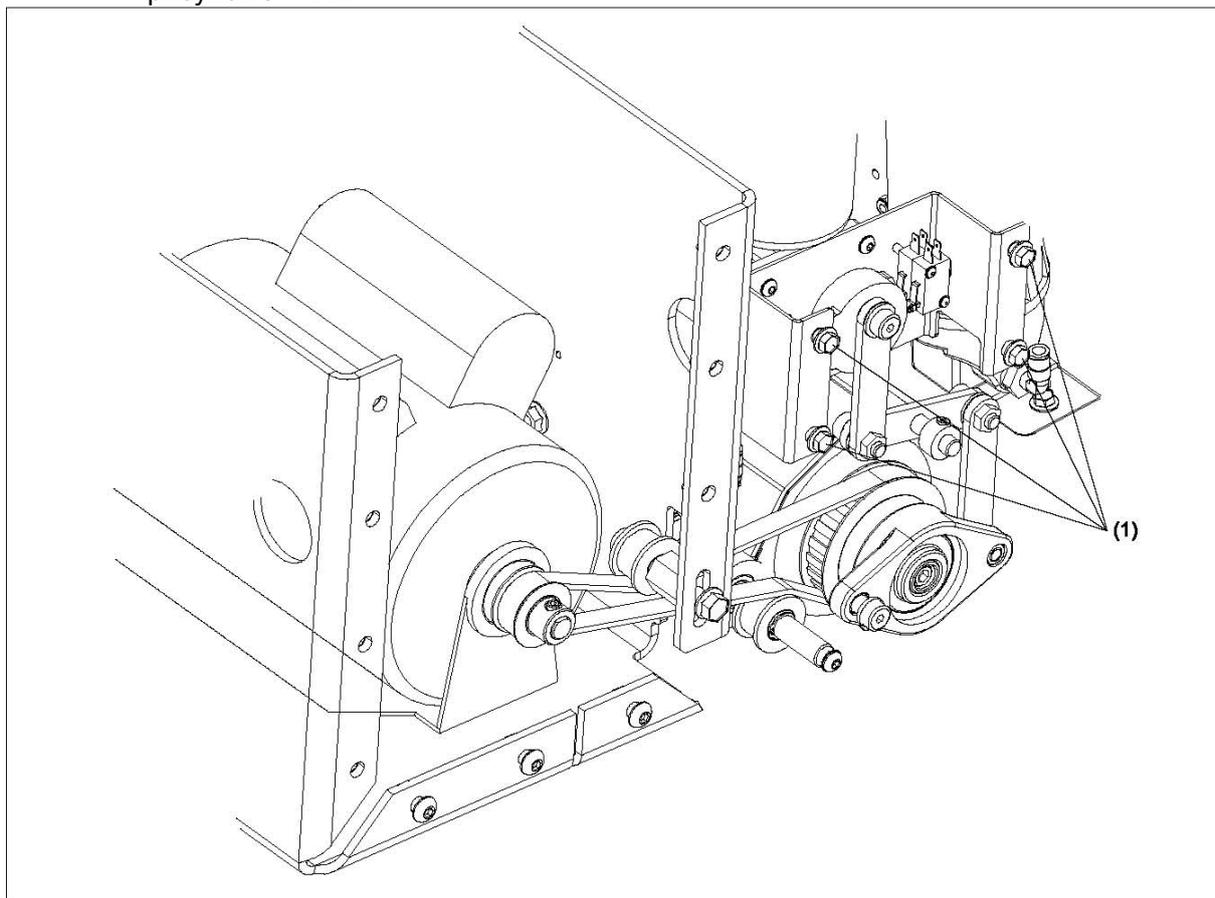

Рисунок 5-17. Регулировка Щетки Буфера
17. Затяните четыре крепежных болта, но не перезатягивайте чтобы не повредить пазы. См. рисунок 5-17.